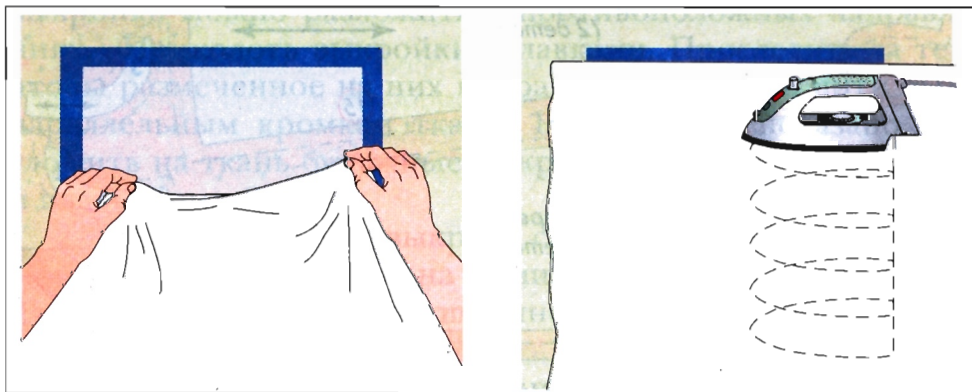

Рис. 22. Приутюживание клеевой прокладки
4. Приутюжить прокладку, действуя горячим утюгом, как прессом, выдерживая каждый раз время приутюживания – 8–12 секунд. Нельзя делать скользящие движения – только поднимать утюг, ставить на новое место и прижимать (рис. 22).